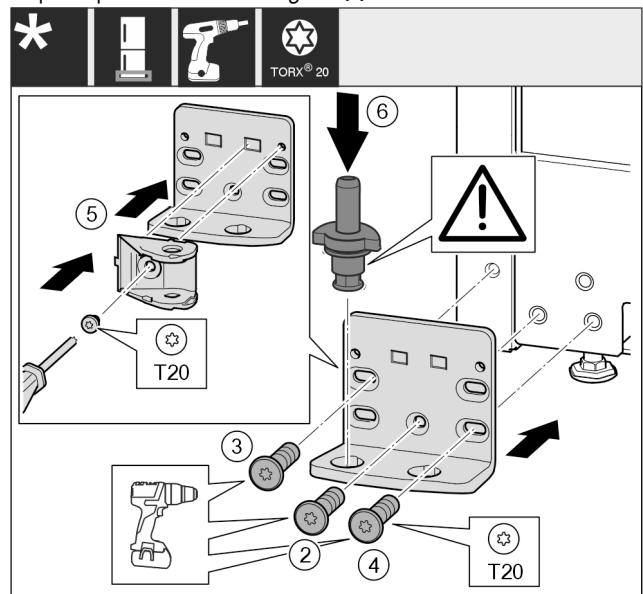

Fig. 32
- Vendosni bazamentin mbështetës në anën tjetër dhe mbërthejeni me ndihmën e një kaçavide. Filloni me vidën Fig. 32 (2) poshtë në mes.
- Mbërtheni fort vidën Fig. 32 (3) dhe vidën Fig. 32 (4).
- Rrotulloni me 180° lidhjen e amortizatorit të mbylljes Fig. 32 (5). Mbërthejeni në anën tjetër të bazamentit mbështetës me ndihmën e një kaçavide.
- Vendosni komplet në vend bulonin e rrotullimit Fig. 32 (6). Këtu bëni kujdes që gunga ndaluese të jetë e kthyer nga poshtë.